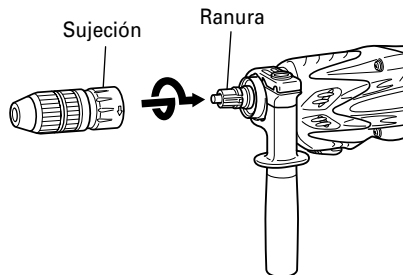

Fig. 8
- (1) Entrelace la pieza de bloqueo con la ranura.
- (2) Presione la pieza de bloqueo y gírela en la dirección que se indica en la misma.
- (3) Para asegurarse de que la pieza de bloqueo está instalada correctamente, intente extraerla (Fig. 8).